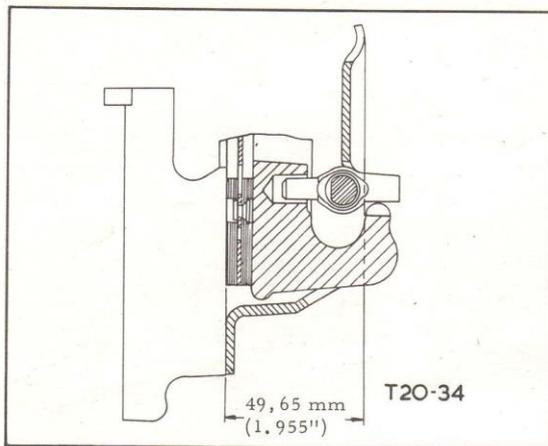

Fig. 10. - Hauteur du levier de débrayage.
b) Au moyen des vis de réglage (5, Fig. 1) réglez la hauteur des extrémités de levier de débrayage au-dessus de la face du volant à 49,65 mm (1.955") (Reportez-vous à la Fig. 10).